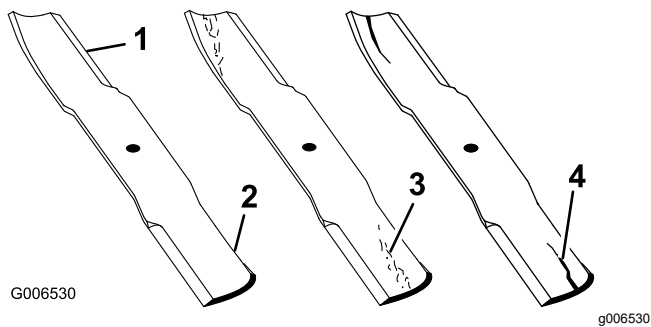

Figura 68
1. Inspeção das extremidades de corte (Figura 68).
4. Se verificar quaisquer rachas, desgaste ou formação de ranhuras nesta área, instale imediatamente uma lâmina nova (Figura 68).